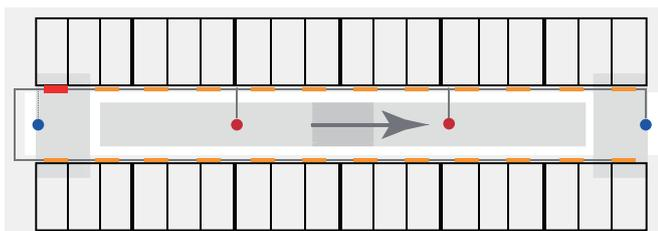
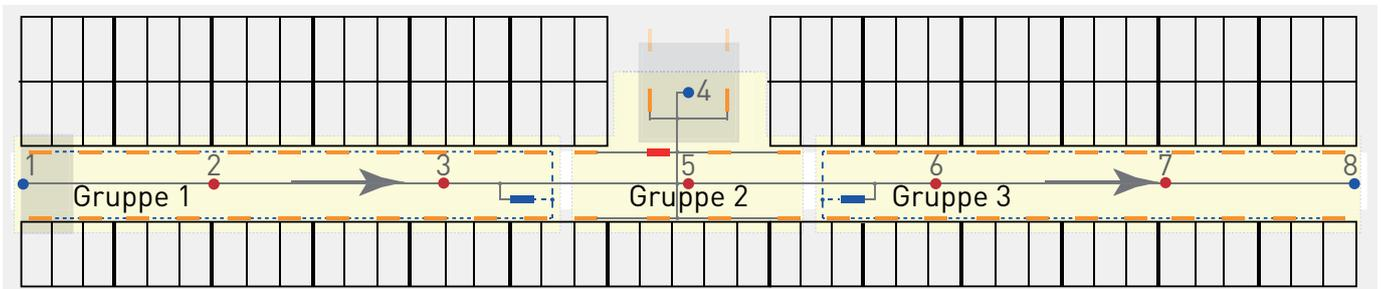

Figure 11:
Figure 14:
Alle Leuchten werden für die Spannungsversorgung und die Steuerung mit einer netzspannungsfesten 5-adrigen Leitung fortlaufend verbunden. Die Sensoren werden nur über die zwei DALI-Steuerleitungen mit der Controller-Leuchte verbunden (siehe Abbildung 11). Es ist zu beachten, dass die Sensoren bei der Ermittlung der max. 64 in einem System betreibbaren DALI-Teilnehmer zu berücksichtigen sind.
Auch in den beiden **Bereichen vom Typ 4** wird die maximale Anzahl der DALI-Teilnehmer überschritten. Hier werden je System 2 Repeater eingesetzt, um die am Ausgang der Repeater verbundenen Leuchten bei der Inbetriebnahme unterschiedlichen Gruppen zuordnen zu können (siehe Abbildung 14).
Einige Sensoren IS 3360 werden mit Blenden versehen, so dass sich eine Abschattung des Erfassungsbereichs ergibt, wie in Abbildung 11 und Abbildung 14 dargestellt (siehe Montageanleitung des Sensors).
- Für die zwei Fahrwege vom **Typ 4** werden die Leuchten in drei Gruppen aufgeteilt (siehe Abbildung 14). Hierzu müssen die Leuchten nacheinander einzeln per Aufruf identifiziert und via Drag and Drop den Gruppen zugeordnet werden.
- Die Sensoren müssen ebenfalls identifiziert und dann den Leuchtengruppen gemäß Abbildung 14 zugeordnet werden.